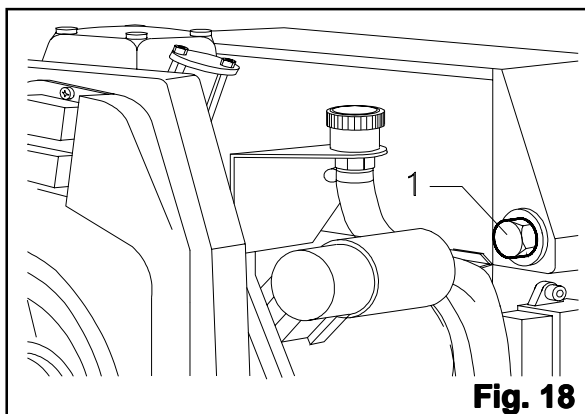

Fig. 18
- Svitare e togliere il tappo(Fig.18 Rif.1).
- Unscrew and remove the complete plugs (fig.18, Ref.1).